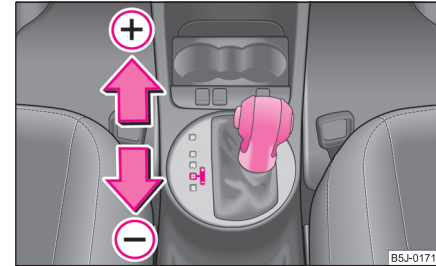

Abb. 97 Wählhebel: manuelles Schalten
- Tippen Sie den Wählhebel (in der Tiptronic-Stellung) nach vorn an ⇒ Abb. 97 (+).